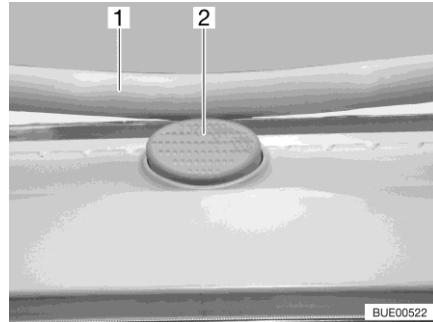

Bild 22 Låsknapp (Heki-taklucka)
- Tryck på låsknappen (Bild 22,2) och dra ner bygeln (Bild 22,1) med båda händerna.
- Tryck bygeln uppåt med båda händerna tills bygeln ligger ovanför låsknappen (Bild 22,2).